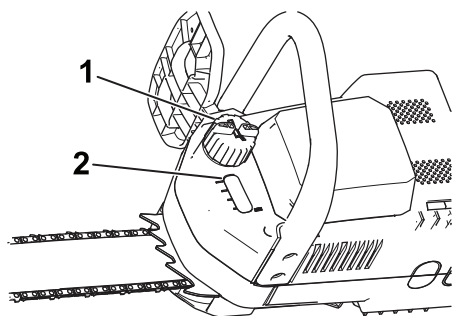

Figure 27
2. Vérifiez le niveau d'huile par le regard. Si vous ne voyez pas d'huile dans le regard, faites l'appoint avec de l'huile pour guide-chaîne et chaîne (Figure 27).
3. Nettoyez la surface autour du bouchon d'huile (Figure 27).
4. Enlevez le bouchon et versez de l'huile dans la tronçonneuse jusqu'à ce qu'elle arrive en haut du regard de niveau (Figure 27).